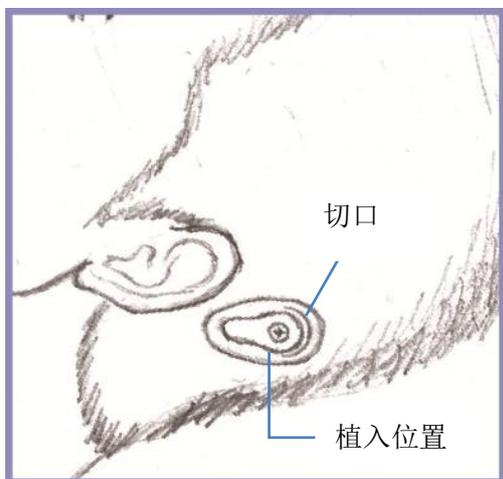

图 3 在植入体一侧的切口
- 1) 切一个小口，确保可以到达磁铁。切口必须在植入体一侧（不要超过线圈），见图 3。